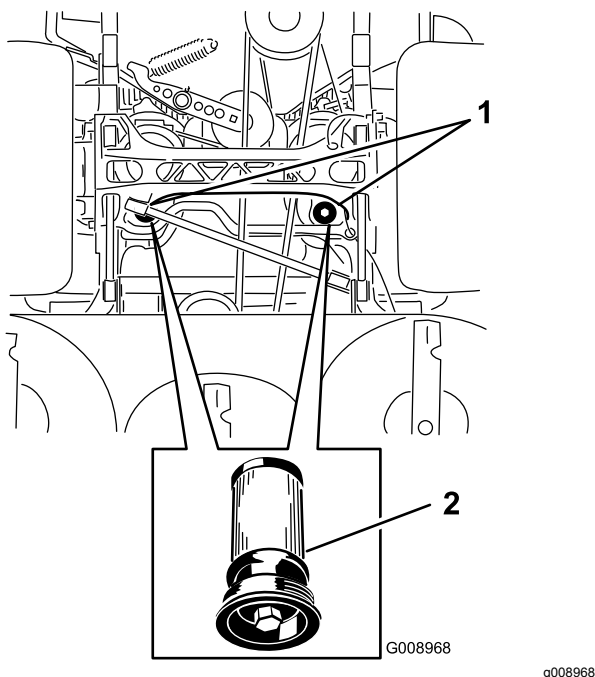

Figure 83
5. Placez un bac de vidange sous le filtre, retirez le filtre usagé et essuyez la surface (Figure 83).
6. Appliquez une fine couche de liquide hydraulique sur le joint en caoutchouc du filtre de rechange (Figure 83).